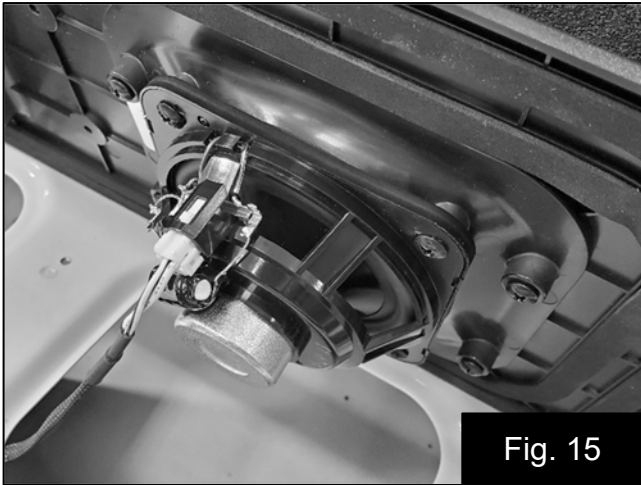

Fig. 15
26. Connectez les fils des haut-parleurs aux haut-parleurs. Fig. 15
26. Conecte los cables del altavoz a los altavoces. Fig. 15